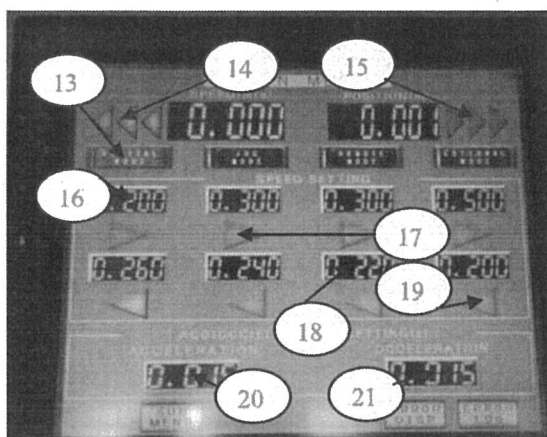

図 9 DIGITALMODE
本モードでは、電車を定速で運転できる。運転する場合は、DIGITAL MODE キー (13) を押して DIGITAL MODE 画面 (図 9) へと移行する。